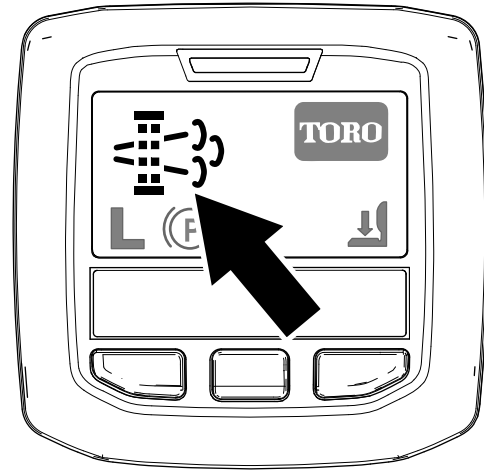

Figura 29
- El icono de solicitud de regeneración en estacionamiento se muestra en el InfoCenter (Figura 29).